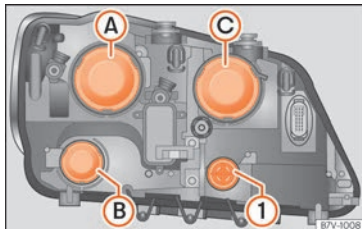

Fig. 62 En el vano motor: revestimientos en el faro izquierdo.
- Gire el portalámparas » fig. 62 1 hacia la izquierda hasta el tope y extráigalo junto con la lámpara retirándolo hacia atrás.